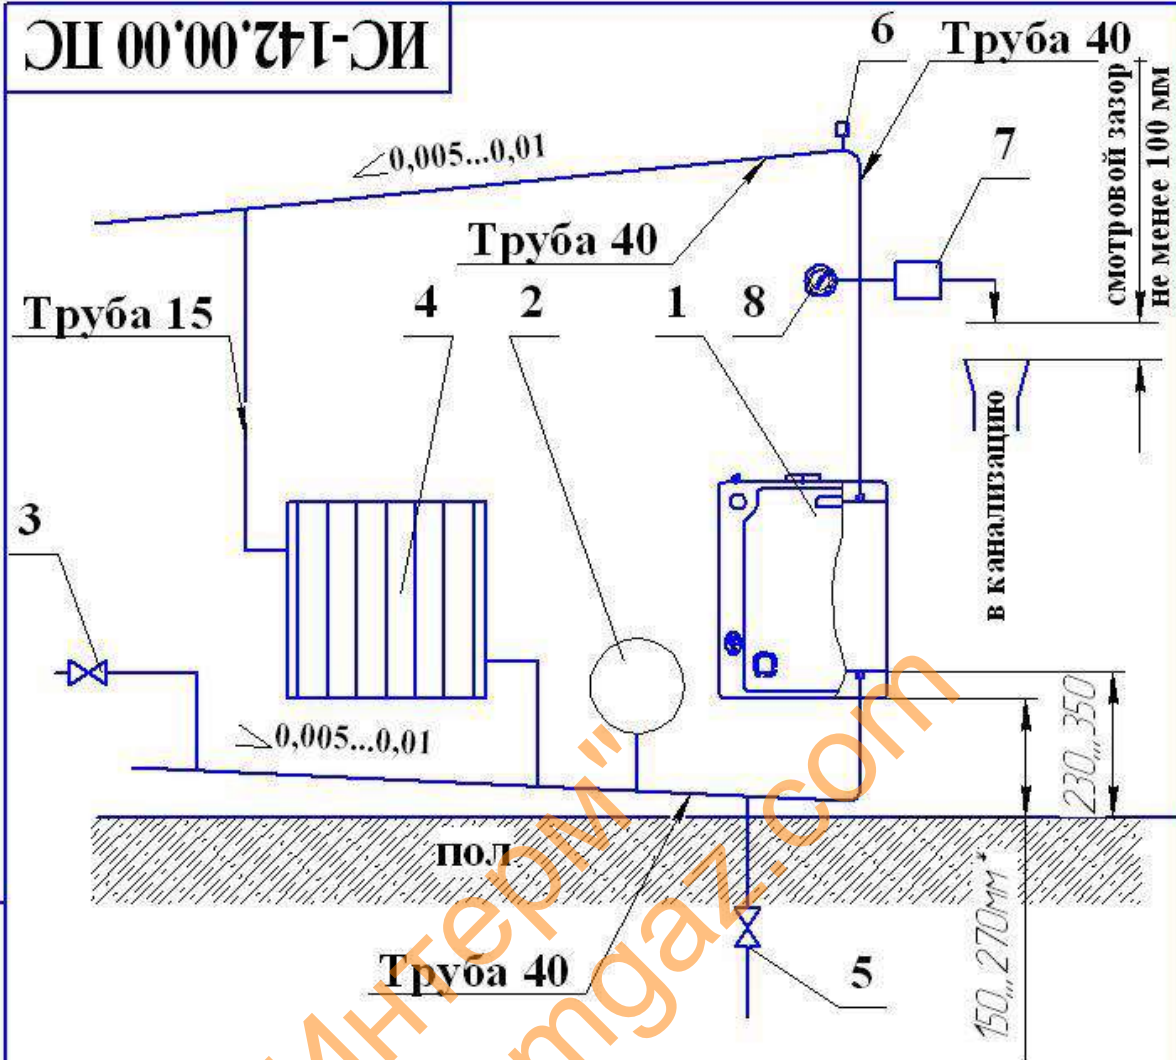

Рис.6 Рекомендуемая схема разводки закрытой отопительной гравитационной системы.
- Варианты схем систем отопления показаны на рис. 6, 7, 8.
ПРИМЕЧАНИЕ. Для закрытых отопительных систем наполнительное давление воды в системе при температуре воды 20°C должно быть на 20 кПа больше минимального давления, обозначенного на манометре поз.8 (см. рис. 6, 7, 8) специалистом, вводящим систему в работу.
5) при закрытой отопительной системе контролировать давление в системе по манометру поз.8 (см. рис.6, 7, 8), при необходимости отрегулировать давление в системе в пределах рабочего поля, обозначенного на манометре специалистом, вводящим систему в работу, в зависимости от температуры отопительной воды в системе в данный момент добавлением или сливом воды.